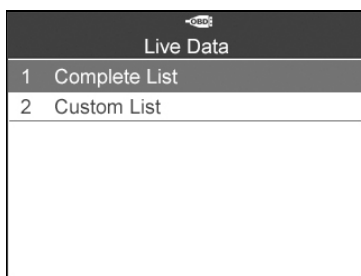

Рисунок 6.9
- 1) Для просмотра полного набора данных используйте кнопки прокрутки **вверх/вниз**, чтобы выбрать пункт **Complete List [Полный список]** в меню **Live Data [Оперативные данные]**, после чего нажмите кнопку **Y**. (См. рисунок 6.9)
- 1) Для просмотра пользовательских данных ПИД-регулирования используйте кнопки прокрутки **вверх/вниз**, чтобы выбрать пункт **Custom List [Пользовательский список]** в меню **Live Data [Оперативные данные]**, после чего нажмите кнопку **Y**. (См. рисунок 6.9)